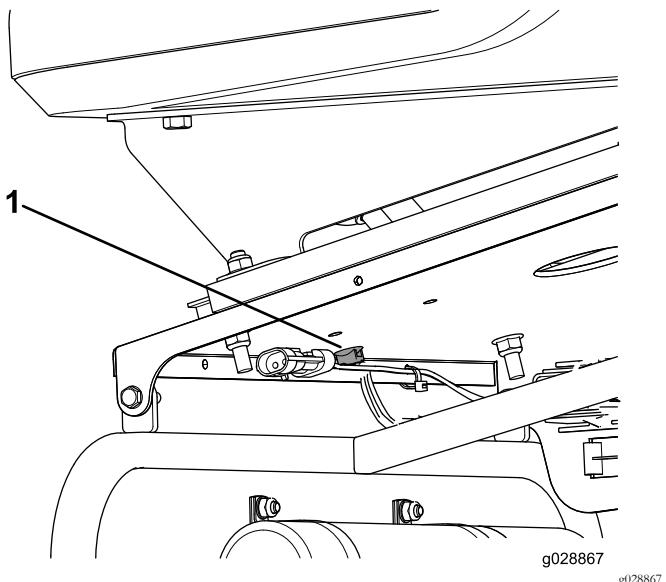

Figura 1
- Retire el taco con brida de la base del asiento (Figura 1).